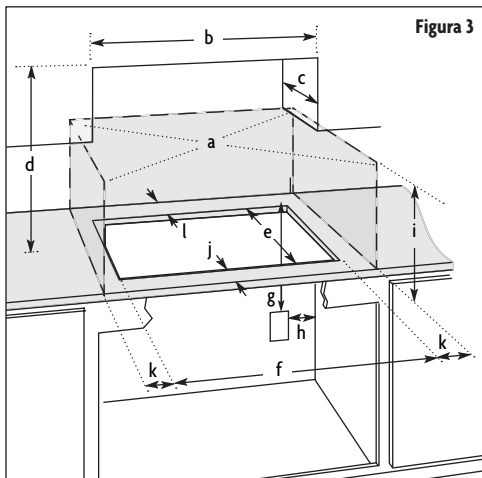

Figura 3
1. Determine si la construcción de su gabinete suministra espacio para instalar los soportes de sujeción a los extremos de la base de la placa de cocina. (Consulte la Figura 3 en la página 32).